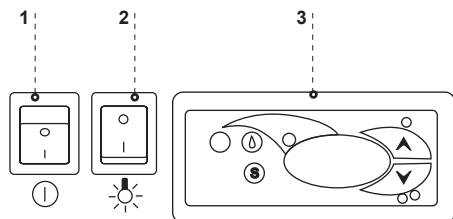

Рис.6 Панель управления
- Включить кнопку главного выключателя Рис.6/1 (стр.37), что вызовет включение термостата, а затем и агрегата устройства.
- На панели термостата Рис.6/3 (стр.37) установить температуру (детальная информация по обслуживанию на стр.43 или 44)
- Включить кнопку освещения Рис.6/2 (стр.37)